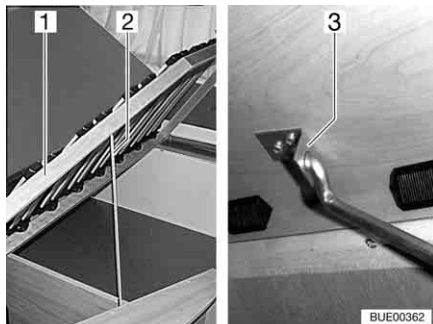

Fig. 75 Lit fixe
- Soulever le sommier à lattes (Fig. 75,1), détacher la tige (Fig. 75,2) de l'ancrage et l'insérer dans le trou du support (Fig. 75,3).
- Soulever le sommier à lattes (Fig. 75,1), détacher la tige (Fig. 75,2) du support (Fig. 75,3) et l'insérer dans l'ancrage.